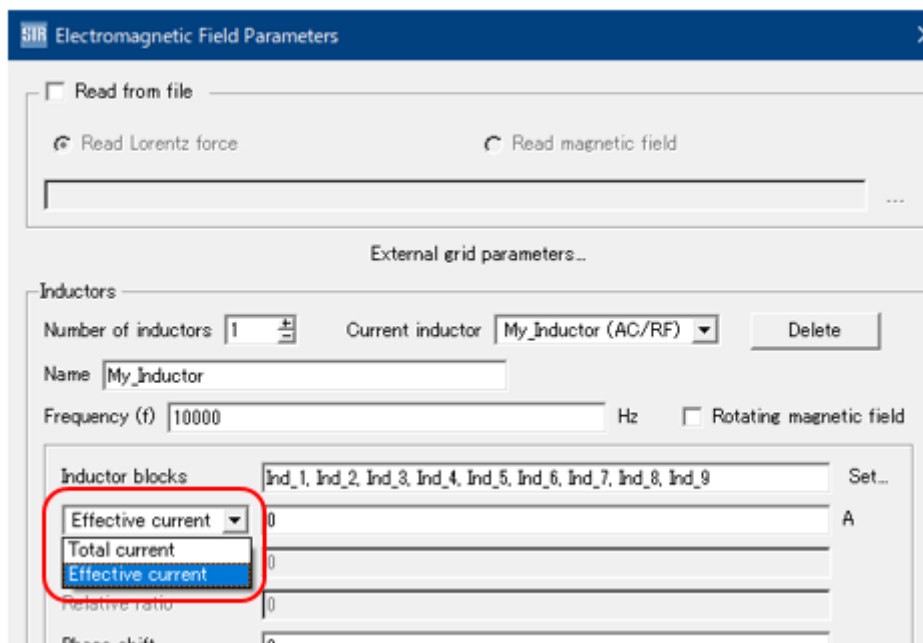

図 8. 電磁場解析のコイル設定画面 (Effective current での設定)
- Effective current でのパワーフィッティングのサポート (図 8)